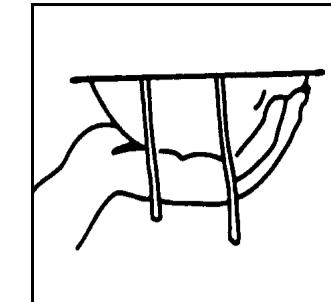

Fig. 1
- Hold the mask in your hand, tightening strap point downwards (Fig. 1).
- Maska mit nach unten hängender Bänderung in den Händen halten (Bild 1).
- Houd het masker in uw hand met bevestigingsbandjes naar beneden (Fig. 1).